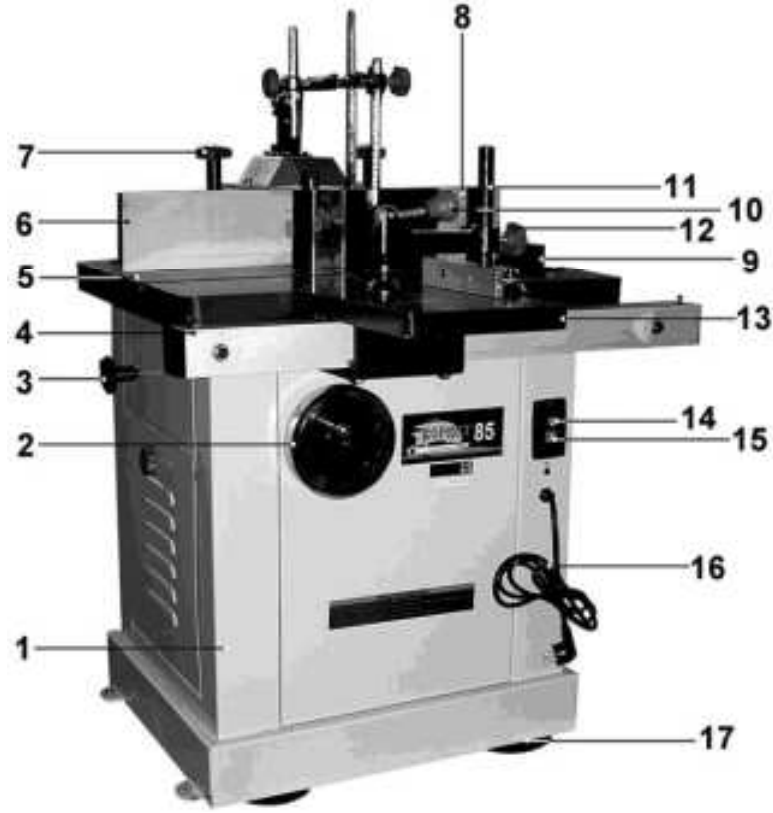

Рис. 2
7.1. Станок состоит из следующих сборочных единиц и деталей (Рис. 2, 3)